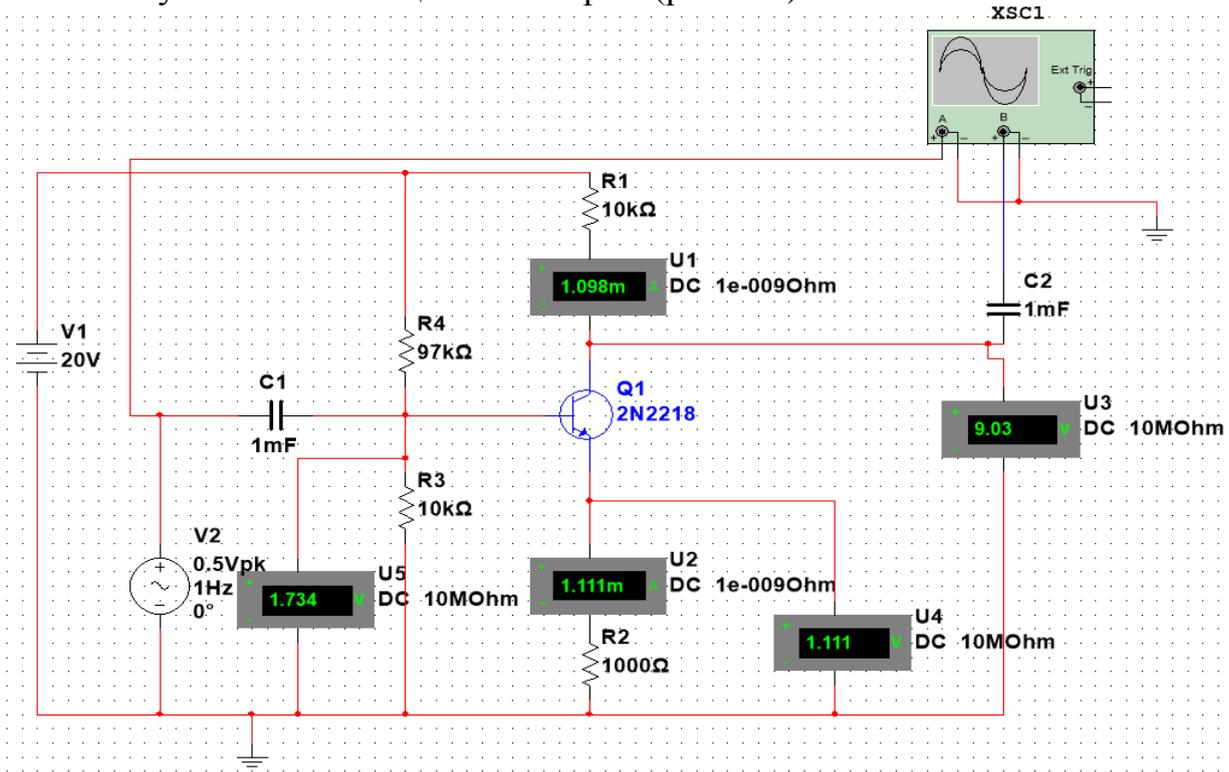

Рис. 6.5. Усилитель по схеме с общим эмиттером
Схема усилителя с общим эмиттером (рис. 6.5)
1.1 Собрать схему усилителя с общим эмиттером (рис. 6.5)